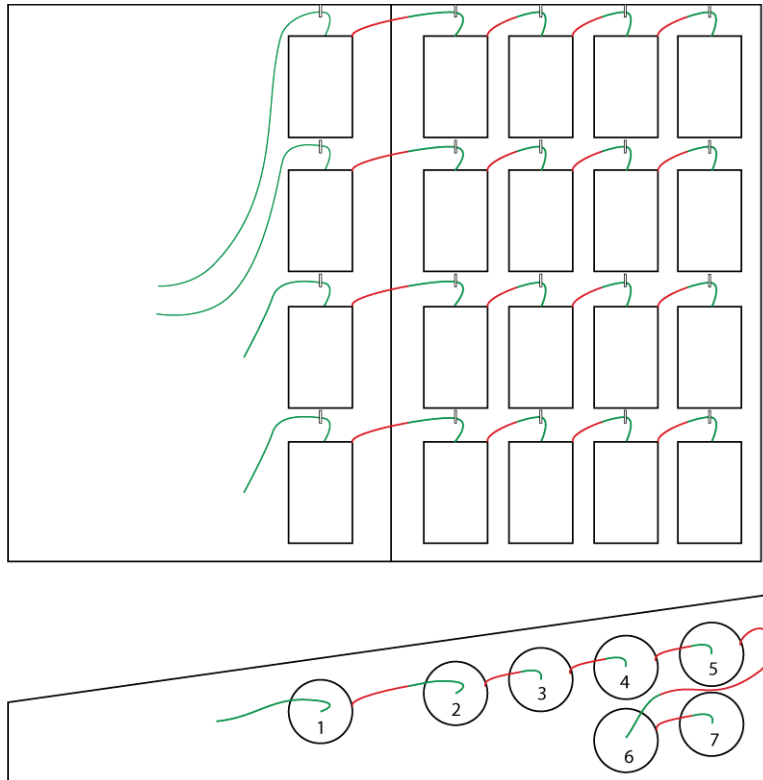

Fig. 44 Charger et attacher les bobines de ficelle
- 2 Placez les bobines de ficelle dans les bacs de l'armoire, comme sur «Fig. 44 Charger et attacher les bobines de ficelle» à la page 69.
Voir «Fig. 44 Charger et attacher les bobines de ficelle» à la page 69.